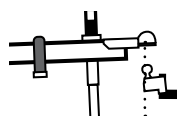

Figura 28
1. Con el cabezal del enganche Equal-i-zer instalado, coloque la bola de enganche directamente debajo del enganche del remolque. (Figura 28)